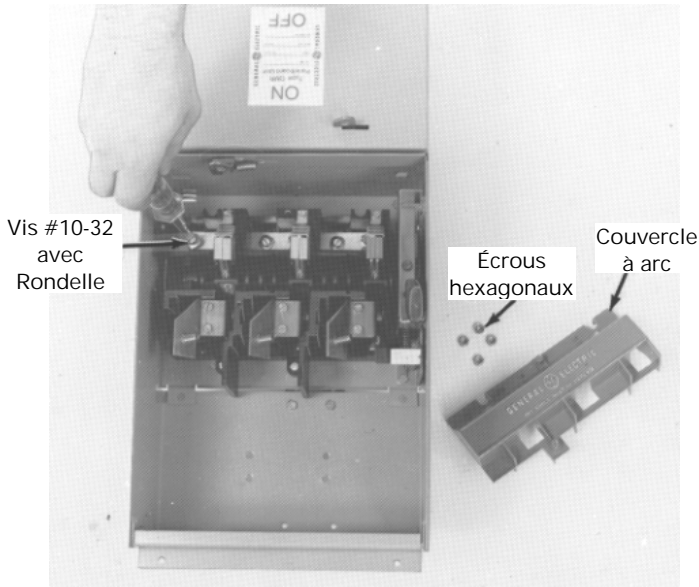

Figure 4. Installation de la plaque d'extension dans le boîtier.
4. **Installer le kit.** Retirer les écrous hexagonaux, des goujons et du couvercle à arc, rouge sur l'interrupteur d'extension, et les mettre de côté, comme montré à la Figure 4. Installer la plaque d'extension dans le boîtier, en positionnant la base de l'interrupteur par-dessus les barrettes de connexion. Installer les vis 10-32 avec rondelles dans les barrettes de connexion à l'intérieur de la base de l'interrupteur. Serrer les vis à 27–32 lb.-po.